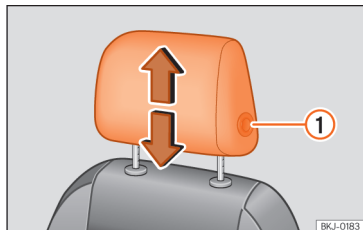
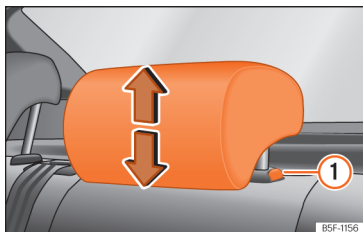

Рис. 65 Регулювання переднього підголівника.
Рис. 66 Регулювання заднього підголівника.
- Візьміться за підголівник обома руками й потягніть угору в бажане положення до клацання. Щоб опустити підголівник, натисніть бокову кнопку ① »» рис. 65 ,»» рис. 66 і опустіть підголівник як треба.